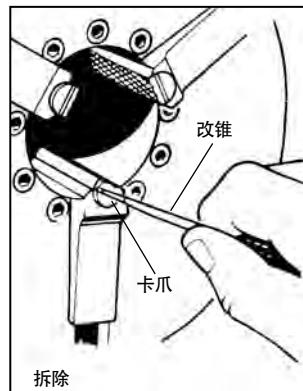

图30 – 更换卡爪
1. 将改锥插入卡爪槽，任意方向旋转90度。取下卡爪（图30）。
2. 将新卡爪侧着放在锁针上，并尽可能向下压（图30）。